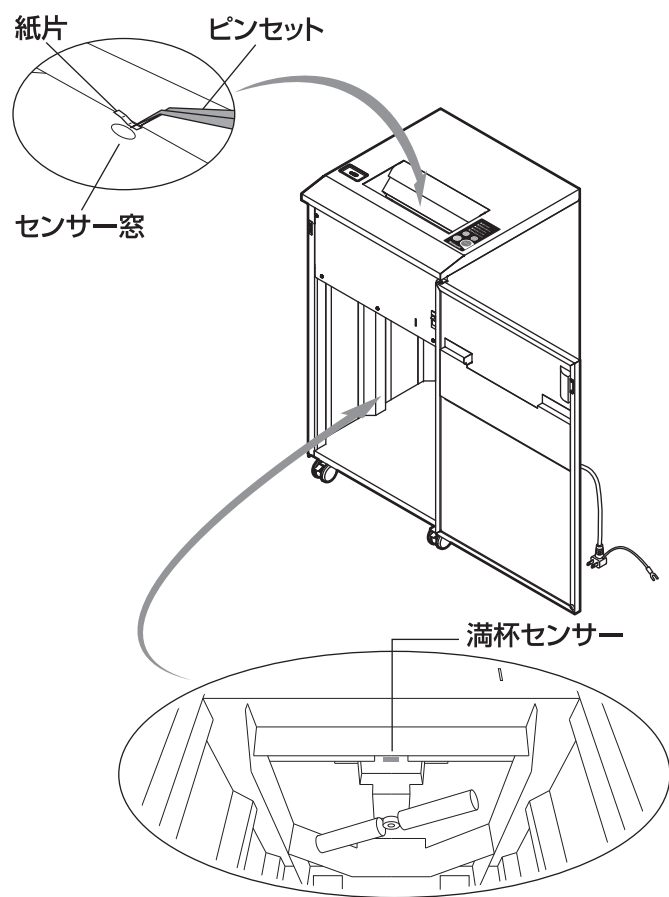

図10 NXI-406SPHの各センサーの掃除
<p>●細断が終了しても刃物が止まらない</p> <ul style="list-style-type: none"> 投入口④に細断紙片が残っていませんか? ……投入口④のセンサー窓に残っている細断紙片を、ピンセット等を使って 取り除いてください。 …… P5 図1/P16 図10